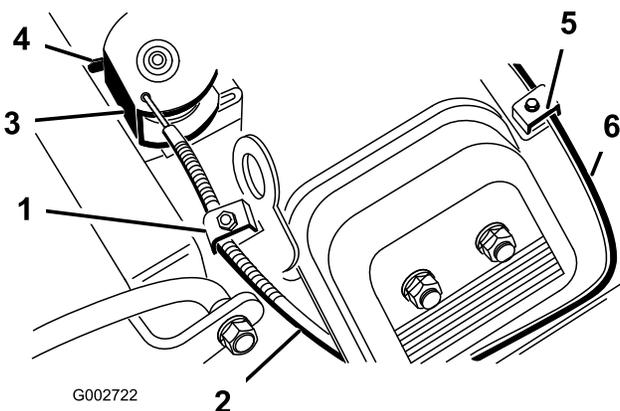

Figure 38
2. Desserrez la vis de collier qui fixe le câble d'accélérateur sur le moteur (Figure 38).
- Tirez fermement sur le câble d'accélérateur jusqu'à ce que l'arrière du pivot atteigne la butée (Figure 38).
- Desserrez la vis de collier qui fixe le câble de starter sur le moteur (Figure 38).
- Tirez fermement sur le câble de starter (Figure 38), jusqu'à ce que le papillon soit complètement fermé, puis serrez la vis du collier de câble.